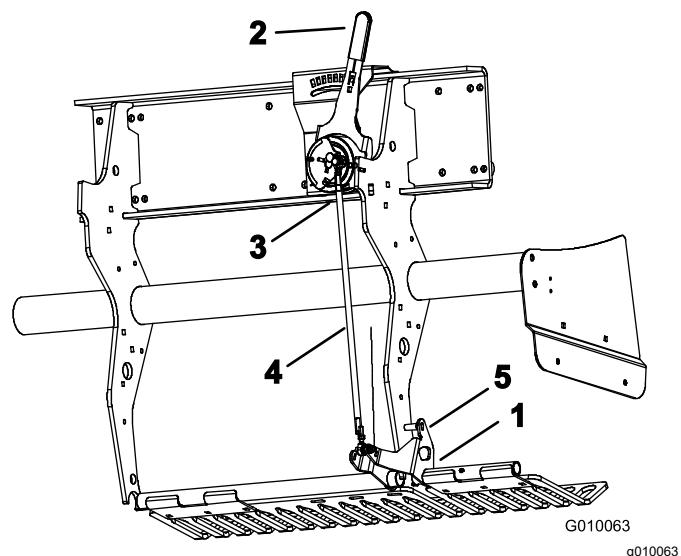

Рисунок 60
2. Поверните монтажный кронштейн левого травотбойника (Рисунок 60) вверх так, чтобы между кронштейном и трубой настройки глубины, приваренной к раме, можно было ввести стопорный штифт, например стержень или болт диаметром 8 мм.
3. Переведите рычаг регулировки глубины аэрации (Рисунок 60) на настройку Н (самую глубокую).
4. Отсоедините наружный шариковый выключатель (Рисунок 60) от жгута проводов (переключатель «Вал опущен»).
5. Ослабьте контргайки (левую и правую) на тяге регулировки глубины аэрации (Рисунок 60).